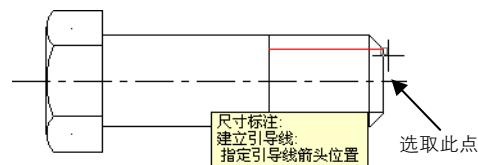

图 5-44 选取引导线箭头的位置
① 在主菜单中选择“绘图”|“尺寸标注”|“引导线”命令，或直接单击“尺寸标注”工具栏中的“快速标注”按钮 $\text{DIM}\downarrow$ 右边三角下拉按钮，在弹出的下级菜单中选择“引导线”选项。
② 根据系统提示“建立引导线：指定引导线箭头的位置”，移动光标在绘图区内捕捉如图 5-44 所示的交点作为引导线箭头的位置，并单击鼠标左键。